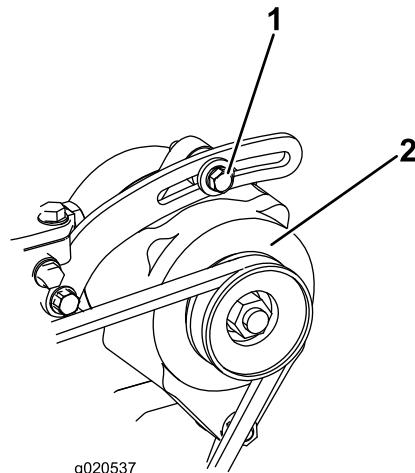

Figura 74
Controllate lo stato e la tensione della cinghia (Figura 74) ogni 100 ore di servizio.
2. Se l'inflessione non è di 10 mm, allentate i bulloni di fissaggio dell'alternatore (Figura 74). Aumentate o riducete la tensione della cinghia dell'alternatore e serrate i bulloni. Controllate di nuovo l'inflessione della cinghia per accettare che sia esatta.